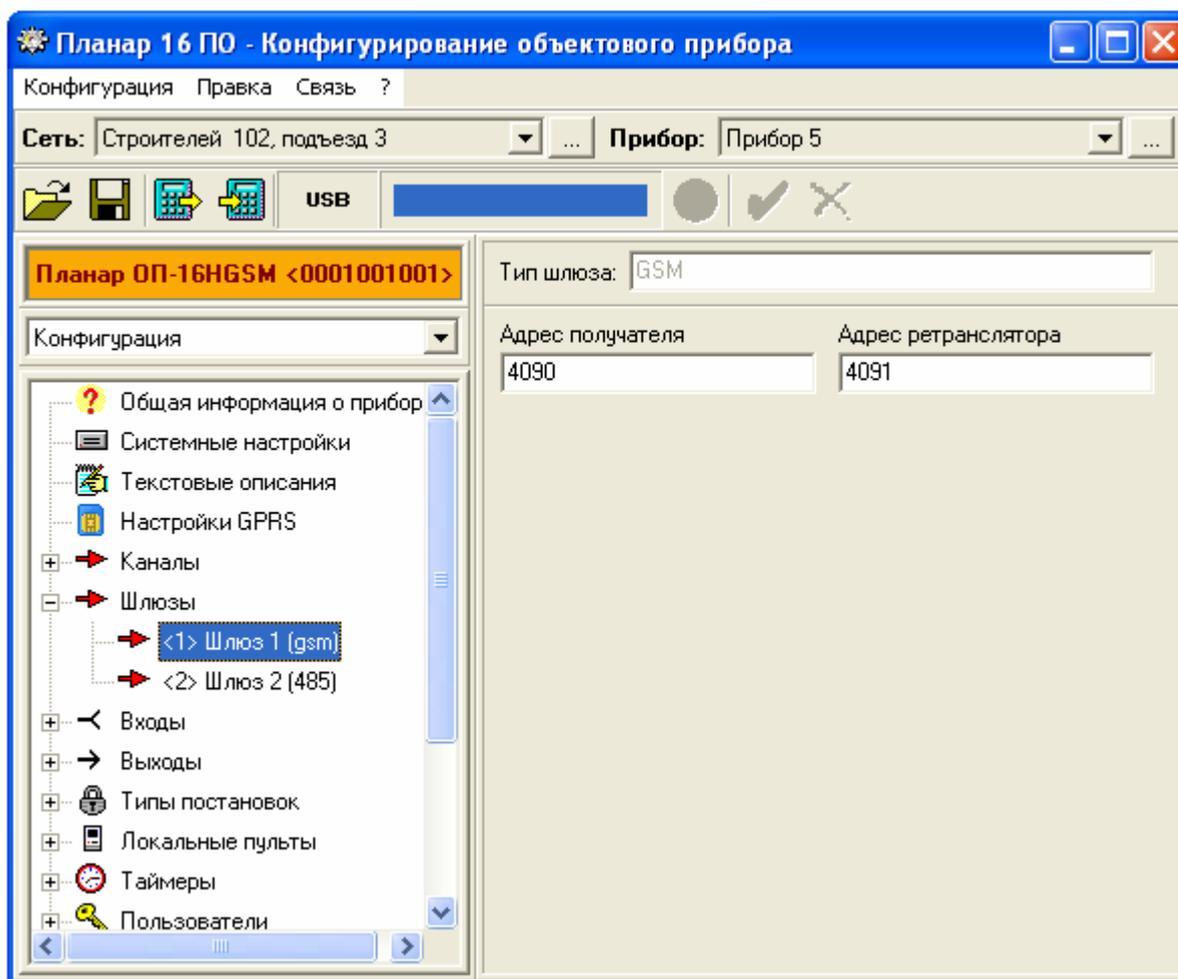

Рис. 12.14 Программирование шлюзов
12.2.4.5.2.4. Типовое окно программы конфигурирования объектового прибора при программировании шлюзов приведено на рис.12.14..